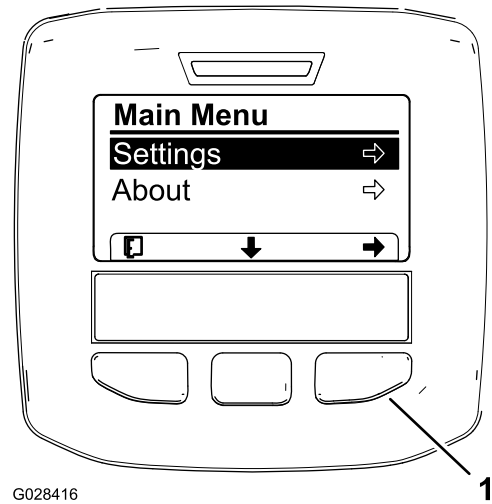
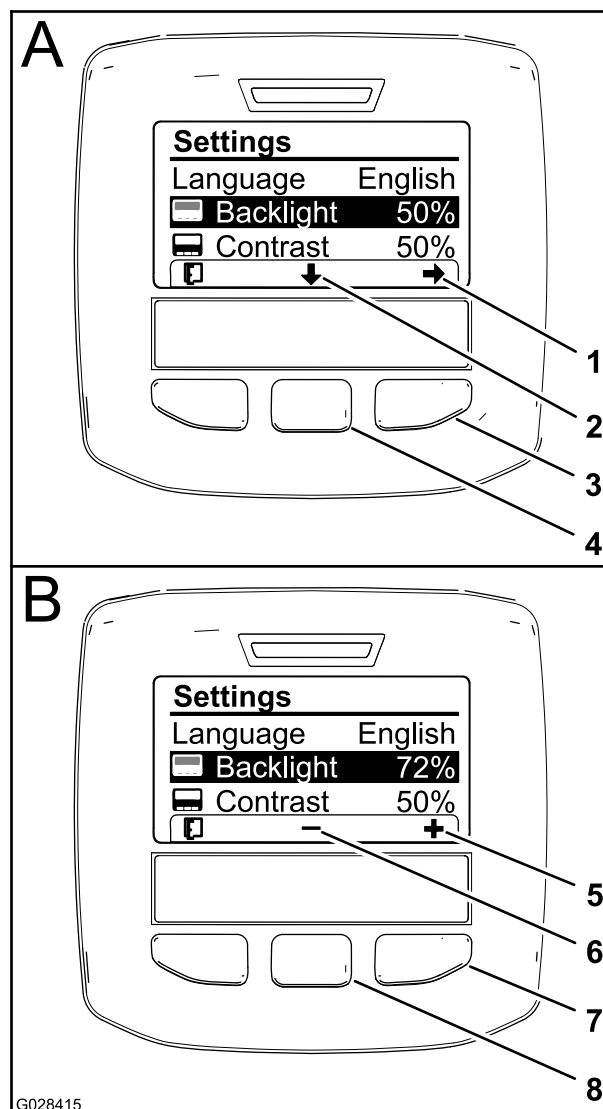

Figura 20
Figura 22
3. Pulse el botón de selección central para acceder al menú principal (Figura 20).
5. Pulse el botón de selección izquierdo para guardar la selección, salir del menú Configuración y volver al Menú principal (Figura 20).
seleccionada hacia abajo a Retroiluminación (Figura 22).
3. Pulse el botón de selección derecho para mostrar el menú contextual Ajuste de valor (Figura 22).
4. Utilice el botón de selección central y el botón de selección derecha para cambiar el nivel de brillo de la pantalla (Figura 22).
5. Pulse el botón de selección izquierdo (el botón situado debajo del icono de lista de la pantalla) para guardar la selección, salir del menú Retroiluminación y volver al menú Configuración (Figura 22).
6. Para ajustar el nivel de contraste de la pantalla, pulse el botón de selección central (el botón situado debajo del icono de flecha abajo en la pantalla) para mover la opción seleccionada hacia abajo a Contraste (Figura 22).
7. Pulse el botón de selección derecho para mostrar el menú contextual Ajuste de valor (Figura 22).
8. Pulse el botón de selección izquierdo (el botón situado debajo del icono de Lista de la pantalla) para guardar la selección, salir del menú Contraste y volver al menú Configuración (Figura 22).
9. Pulse el botón de selección izquierdo para salir del menú Configuración y volver al Menú principal (Figura 20 y Figura 22).
10. Pulse el botón de selección izquierdo para volver a la pantalla de Inicio (Figura 22).